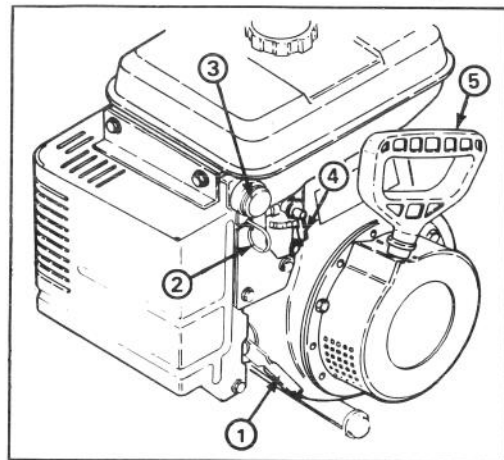

Figure 10
**Commande des gaz** (fig. 10)—Levez la commande des gaz pour augmenter la vitesse du moteur.
**Starter** (fig. 10)—Le starter se trouve à l'arrière du couvercle du moteur. Mettez-le en position
**Commande d'amorçage** (fig. 10)—Appuyez sur cette commande pour pomper une petite quantité d'essence dans le moteur afin d'aider au démarrage par temps froid.
**Valve d'arrêt de carburant** (fig. 10)—Celle-ci se trouve sous le réservoir de carburant. Fermez la valve pour arrêter l'arrivée de carburant du réservoir dans le carburateur et ouvrez-la pour l'effet inverse. Fermez cette valve lorsque la déneigeuse n'est pas en service. La valve est ouverte dans la position verticale illustrée.
**Démarreur à cordon** (fig. 10)—Placé à l'arrière du moteur, il sert à mettre le moteur en marche.
2. Ouvrez la valve d'arrêt du carburant placée sous le réservoir (fig. 10).
3. Tirez le starter en position intermédiaire de service lorsque la température est de plus de  $-18^{\circ}\text{C}$  et en position maximale de service lorsqu'il fait moins de  $-18^{\circ}\text{C}$  (fig. 10).
5. Appuyez sur la commande d'amorçage (fig. 10) à deux reprises s'il fait moins de  $-12^{\circ}\text{C}$ . (Si vous amorciez plus, vous risqueriez de faire déborder le carburateur.)
6. Tirez sur la poignée du démarreur à cordon (fig. 10) lentement jusqu'à ce que l'engagement positif se produise; puis tirez d'un coup sec pour faire démarrer le moteur. Gardez une prise ferme sur la poignée du démarreur et laissez le cordon revenir lentement.
7. Lorsque le moteur démarre, rentrez progressivement le starter (fig. 10).